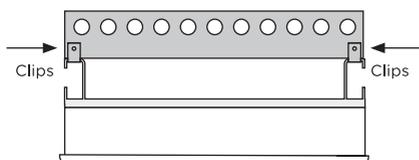

Figura 8: Vista superior
- Atornille la parte superior del inversor a la placa de montaje con los tornillos proporcionados, como se muestra en la Figura 8.